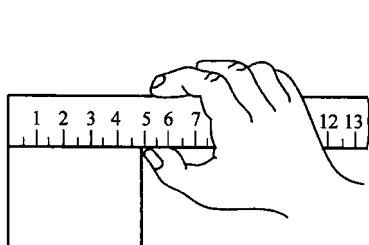
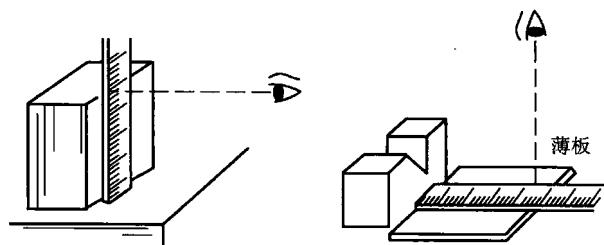

图 1-3 用金属直尺测量工件
图 1-4 正视读数
(1) 测量工件 右手执尺，使端面与工件的端面对齐，如图1-3所示。读数时，要求正视读数，如图1-4所示。